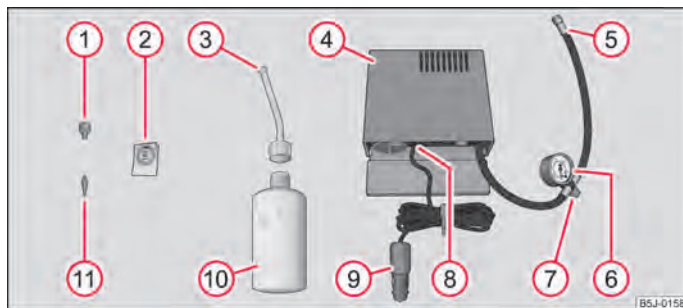

Fig. 141 Componentele setului de depanare a anvelopelor
- Lipiți autocolantul ② ⇒ fig. 141 pe tabloul de bord în câmpul vizual al șoferului.
- Deșurubați tija ventilului cu ajutorul șurubelniței pentru tija ventilului ① și o așezați pe o suprafață curată.
- Scuturați de câteva ori bine recipientul de umplere a anvelopei ⑩ ⇒ fig. 141.
- Înșurubați bine în sens orar, furtunul de umplere ③ pe recipientul de umflare a anvelopei ⑩. Folia de la gura recipientului se va găuri automat.
- Îndepărtați capacul de la furtunul de umplere ③ și introduceți capătul deschis complet pe ventilul anvelopei.
- Țineți recipientul ⑩ răsturnat și introduceți în anvelopă toată soluția de etanșare din recipient.
- Înșurubați inserția ventilului cu cheia de ventile ① la loc în ventilul anvelopei.
- Înșurubați bine furtunul de presiune ⑤ ⇒ fig. 141 al compresorului de aer pe ventilul anvelopei.
- Verificați dacă este strâns șurubul de aerisire ⑦.
- Introduceți conectorul ⑨ în priză de 12 V ⇒ pagina 65.
- Porniți compresorul de aer cu ajutorul comutatorului on/off ⑧.
- Lăsați compresorul să meargă până se ating 2,0 - 2,5 bar. Perioada maximă de funcționare 8 minute ⇒ ⑩.
- Dacă nu s-a putut atinge presiunea aerului de 2,0 - 2,5 bar, deșurubați furtunul de presiune ⑤ de la ventilul roții.
- Înșurubați din nou bine furtunul de presiune al compresorului de aer ⑤ la ventilul anvelopei și reluați procesul de umflare.